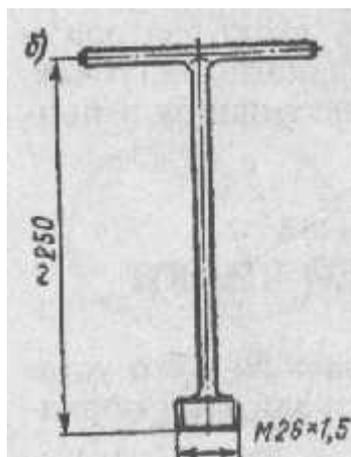

Рис. 128. Приспособление, облегчающее установку перьев передней вилки в мостики для неподвижной трубы пера
Для облегчения установки перьев вилки в мостики нужно изготовить приспособление, изображенное на рис. 128.
1. Вставив основную трубу в нижний мостик, завинтить в резьбовую часть, предназначенную для верхней резьбовой пробки, приспособление, см. рис. 128.